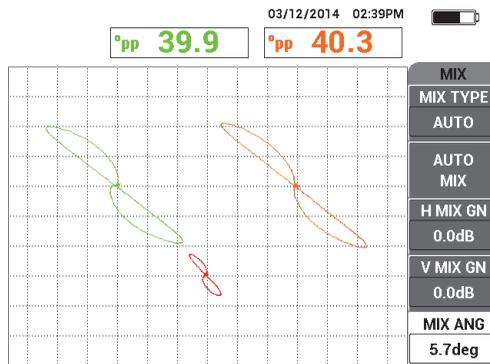

Рис. 5-147 Точная настройка угла МИКШ.
- c) Настройте угол **МИКШ.** (на странице **МИКШ.** меню **MAIN FILTER**) на 40 градусов или близкое к нему значение (см. Рис. 5-147 на стр. 244).